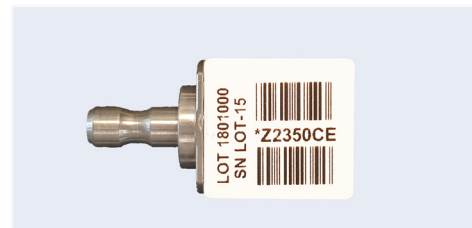

Abb. 1: Barcode und Faktor ist auf der Rückseite der Zirkonblöcke zu finden
- _ Der Vergrößerungsfaktor ist in Form eines Codes bzw. einer Zahl (z.B.: *Z 229005) auf den Zirkonblock gedruckt (Abb. 1).